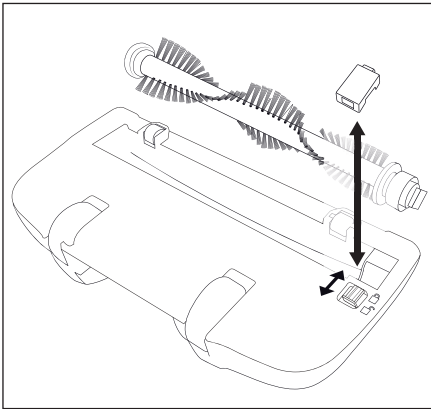

Abb. 5
- 2) Schieben Sie die Verriegelung an der Abdeckplatte Richtung -Symbol und nehmen Sie die Abdeckplatte ab (Abb. 5).
- 7) Setzen Sie die Abdeckplatte wieder auf, bis die Abdeckplatte einrastet. Die Abdeckplatte verriegelt, indem sich die Verriegelung automatisch Richtung  schiebt (Abb. 5).